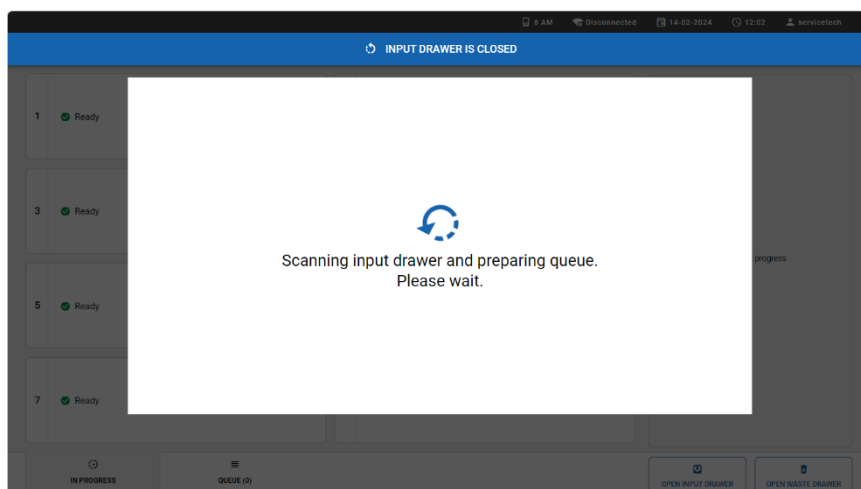

Abbildung 19. Bildschirm zur Erstellung der Warteschlange.
8. Schließen Sie die Zufuhrschublade, nachdem alle Kartuschen manuell gescannt und eingesetzt wurden. Das System scannt die Kartuschen und erstellt eine Warteschlange (Abbildung 19).